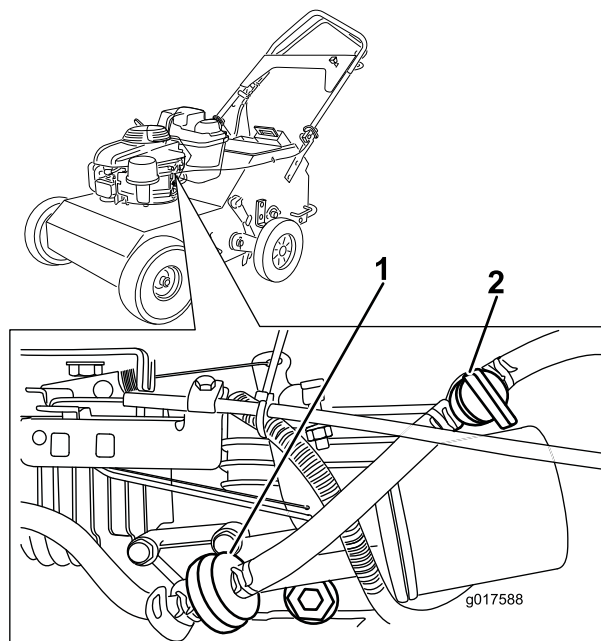

Рисунок 9
2. Откройте топливный клапан, повернув его рычаг так, чтобы он был направлен параллельно топливному шлангу (Рисунок 9).
3. Установите рычаг дроссельной заслонки до упора вперед в положение Воздушная заслонка (Рисунок 9).